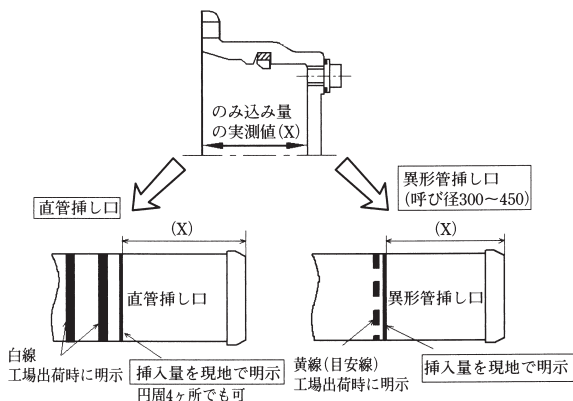

図49 挿し口挿入量の明示
挿し口挿入量の明示は、異形管の接合要領と同じである。ただし、挿入量 (X) は、帽受け口端面から受口奥部までとする (図49参照)。